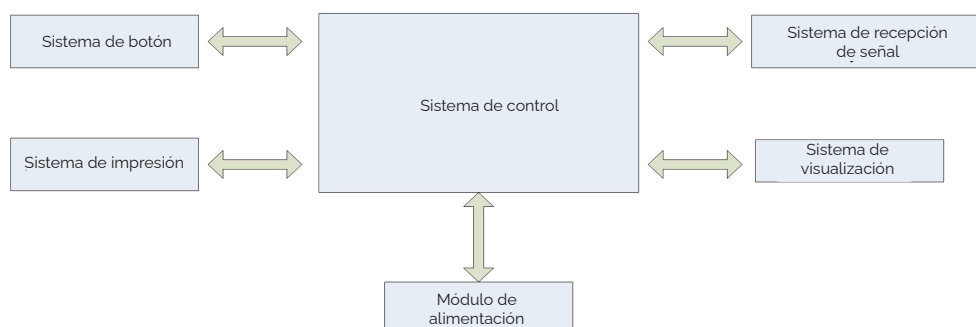

FIGURA 3-1 Diagrama de la unidad de control
(2) El diagrama de bloques del principio se muestra en la Figura 3-1: